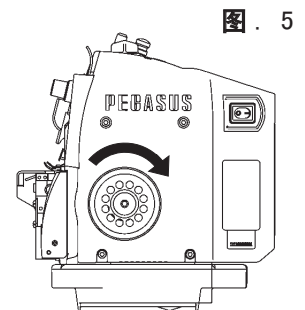

图 5
3. 最初开始运转缝纫机时，打开电源确认传动轮的运转方向。缝纫机的正运转从传动轮侧来看是向右旋转。(图 5)